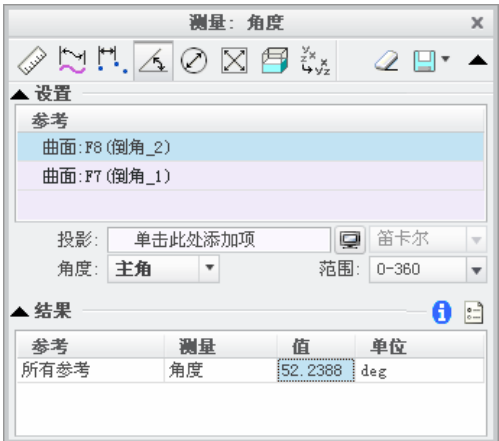

图 8.1.13 “测量：角度”对话框
Step3. 在弹出的“测量：距离”对话框中，单击“角度”按钮 ，如图 8.1.13 所示。
- (3) 在图 8.1.13 所示的“测量：角度”对话框的结果区域中，可以查看测量的结果。